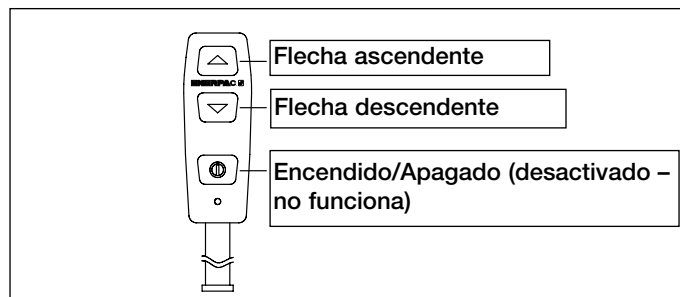

Figura 7
5.2 Accionamiento por control remoto (véase la Figura 7)
- Pulsar y mantener pulsada la tecla de flecha ascendente en el control remoto. (véase la figura 7). Permitir que aumente la presión.
(véase la figura 7). Permitir que aumente la presión.